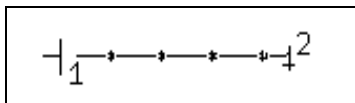

Рис. 5.31. Простановка точек на прямой
- ◆ укажите ЛК мыши начальную точку, а затем направление простановки (рис. 5.31);